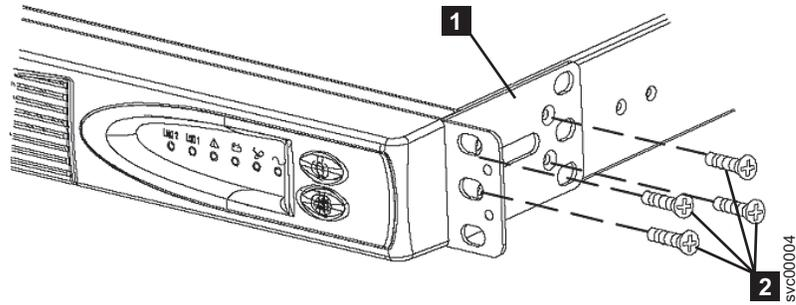

図 25. 2145 UPS-IU 用サポート・レールのラックへの取り付け
- 取り付けブラケットごとに 4 つの M3 × 6 ねじ **2** を使用して、取り付けブラケット **1** の長い側を 2145 UPS-1U の各側に取り付けます。57 ページの図 25 を参照してください。